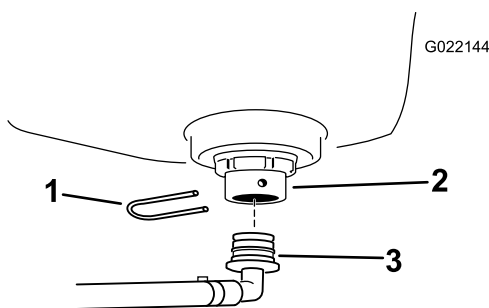

Figura 13
2. Instale a união roscada do depósito de lavagem ao anteparo e prenda-a com uma forquilha de retenção (Figura 13). Rode o encaixe de forma a que fique virado para trás.